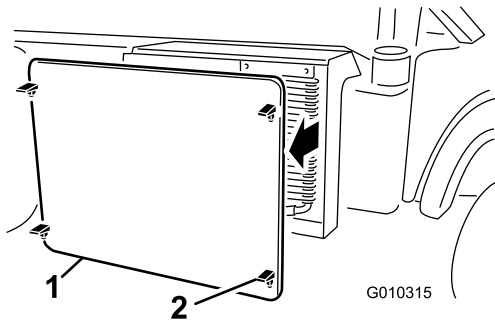

Bild 53
5. Lösen und entfernen Sie das Kühlergitter vorne am Kühler (**Bild 53**).